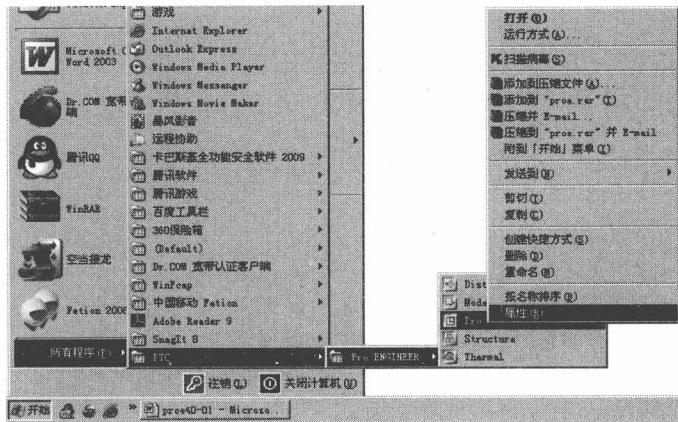

图 1-19 选取命令
- (1) 在工作磁盘上新建文件夹，如：“E:\qidong”。
- (2) 在【开始】菜单中依次点取【开始】/【所有程序】/【PTC】/【Pro ENGINEER】/【Pro ENGINEER】，在【Pro ENGINEER】上右键点击，在弹出的快捷菜单中选择【属性】命令，如图 1-19 所示。